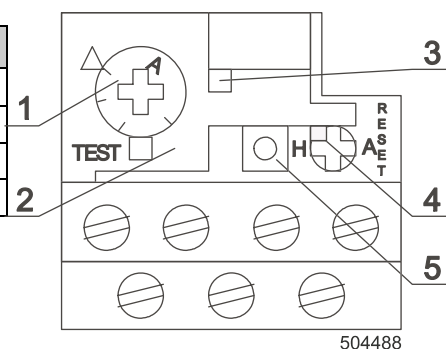

Fig. 5.5.2.A Relé de sobrecorriente
Al eliminar el origen del sobrecalentamiento de motor(es) de los ventiladores, event. cepillos, desbloquee el relé protector de sobrecorriente, por la pulsación del botón, Fig. 5.5.2.A, pos. 5.
2. Levante la cubierta transparente del relé, Fig. 5.5.2.A, pos. 2.
3. Mediante un destornillador ajusten en el regulador (1) el valor correcto según la tabla 5.5.2.A así, para que éste esté contra la flecha (indicador).
5. Ajusten el conmutador de la función (4) a posición "H", como se puede ver en la fig. 5.5.2.A